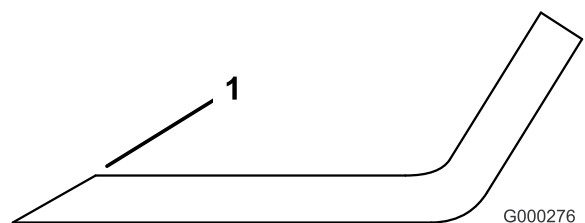

Figure 69
1. Au moyen d'une lime, aiguisez les tranchants aux deux extrémités de la lame (Figure 69) en veillant à conserver l'angle de coupe d'origine. Limez la même quantité de métal sur chacun des deux tranchants pour ne pas déséquilibrer la lame.